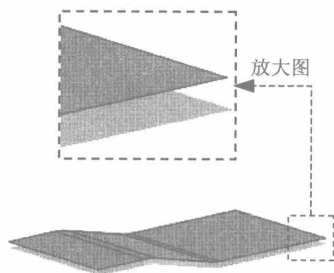
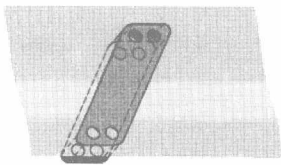
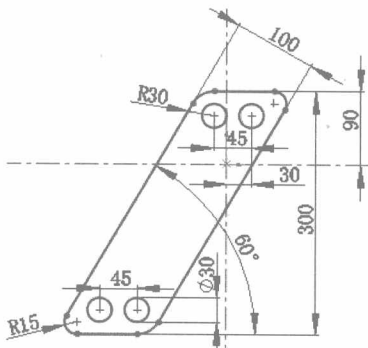

图 2.4 曲面-等距 1
图 2.5 拉伸 1
图 2.6 横断面草图
(3) 定义拉伸深度属性。在 **方向1** 区域的下拉列表中选择 **两侧对称** 选项，然后在 **距离** 后的文本框中输入数值 600.0。
(4) 单击窗口中的  按钮，完成曲面-拉伸 1 的创建。
Step3. 创建图 2.4 所示的曲面-等距 1。
(1) 选择命令。选择下拉菜单 **插入(I)** → **曲面(S)** → **等距曲面(O)...** 命令，系统弹出“曲面-等距”窗口。
(2) 定义等距曲面。选取曲面-拉伸 1 作为等距曲面。
(3) 定义等距参数。
① 定义等距方向。单击  按钮，反转等距方向。
② 定义等距数值。在“曲面-等距”窗口的  按钮后的文本框中输入数值 10.0。
(4) 单击窗口中的  按钮，完成曲面-等距 1 的创建。
Step4. 添加图 2.5 所示的零件特征——拉伸 1。
(1) 选择下拉菜单 **插入(I)** → **凸台/基体(B)** → **拉伸(E)...** 命令。
(2) 定义特征的横断面草图。
① 定义草图基准面。选取右视基准面作为草图基准面。
② 定义横断面草图。在草图绘制环境中绘制图 2.6 所示的横断面草图。绘制此草图时，先绘制直线和圆角，然后再绘制其中的四个圆，并建立相等约束，最后建立尺寸约束并修改为设计要求的尺寸。